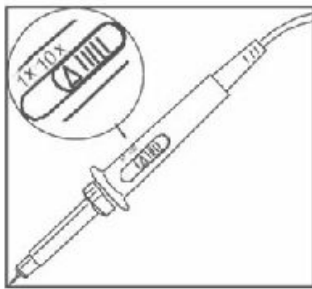

Рис. 1-5 Установка делителя
- 1) Подсоедините щуп осциллографа к входу CH1, и установите делитель на щупе на 10x (рис. 1-5).